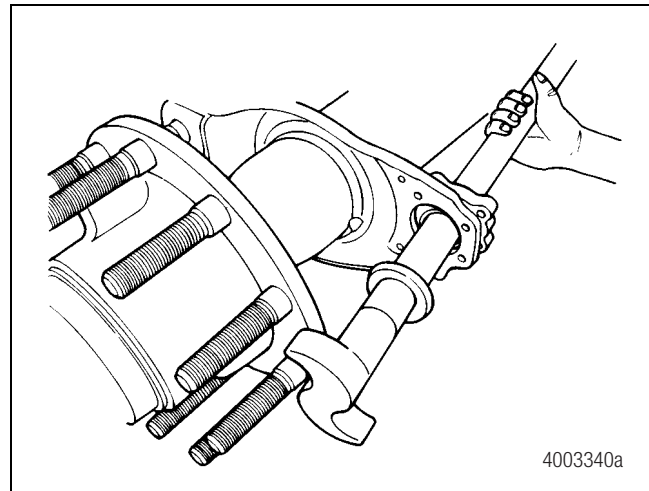

Figura 12.40
4. Mueva el cabezal del eje de levas en sentido contrario a la línea central del eje, de modo que franquee la brida de la maza; después tire del eje de levas para sacarlo de los bujes. Figura 12.40.